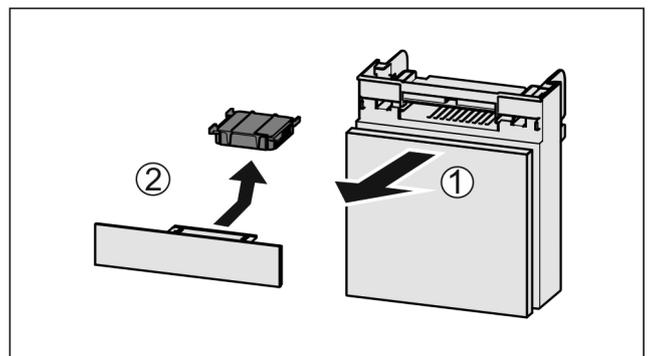

Fig. 134
- ▶ Vytiahnite zásuvku smerom dopredu Fig. 134 (1).
- ▶ Vyberte aktívny uhlíkový filter Fig. 134 (2).